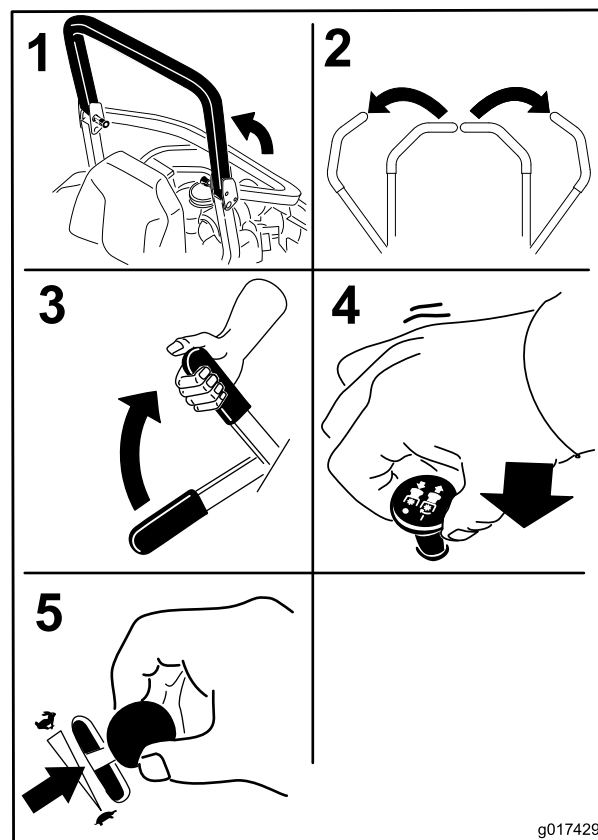

Figura 18
4. Mueva el mando de control de las cuchillas a la posición de Desengranado (Figura 18).